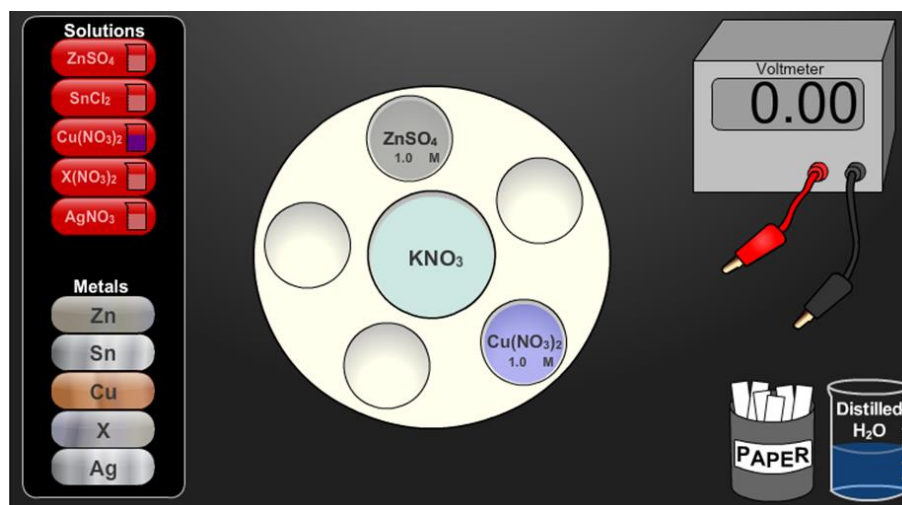

Figura 1. Simulador *Galvanic cells and the Nernst equation*.
- Coloque la disolución de ZnSO_4 1.0 [M] en cualquier pozo de la célula Carrow y la disolución de $\text{Cu}(\text{NO}_3)_2$ 1.0 [M] (figura 1).